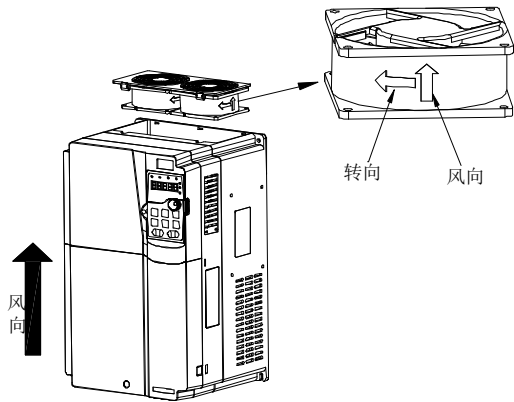

图 10-1 .5kW（含）以上机器风扇维护
- 5、将新的冷却风扇装入变频器内；并按照相反的顺序将风扇电缆插入线夹，装好变频器，请注意风扇的风向与变频器风向保持一致，如下图 10-1 所示。